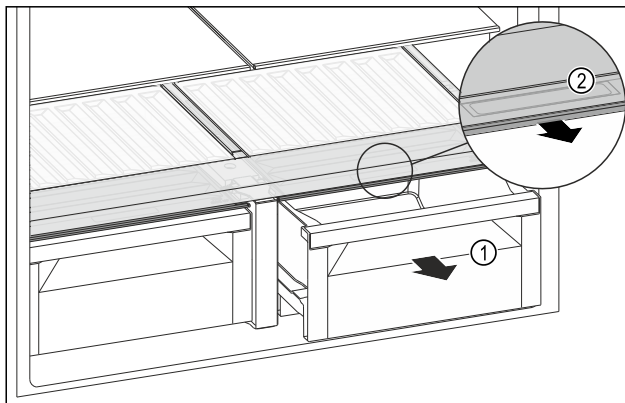

Fig. 126
- Изтеглете чекмеджето Fig. 126 (1).
- Хванете вдлъбнатия захват Fig. 126 (2) на капака на отделението и едновременно с това издърпайте напред капака на отделението.